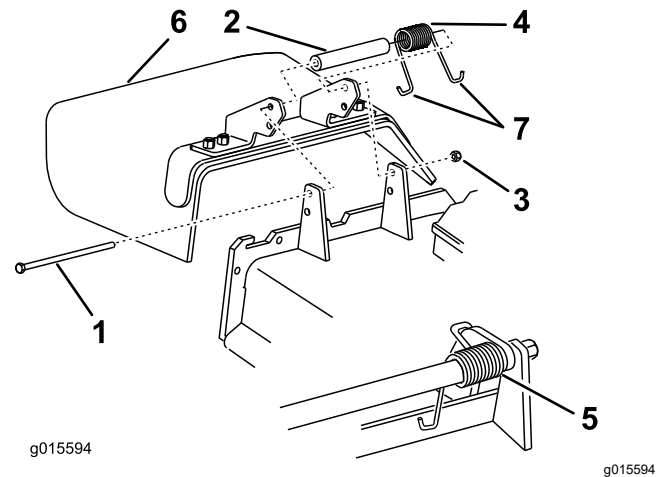

Figura 92
1. Retire la contratuerca, el perno, el muelle y el espaciador que sujetan el deflector a los soportes de pivote (Figura 92).
2. Retire el deflector de hierba dañado o desgastado (Figura 92).
Nota: Asegúrese de colocar un extremo con gancho en J del muelle detrás del reborde de la carcasa antes de instalar el perno, según se muestra en Figura 92.
6. Coloque 1 extremo en J del muelle alrededor del deflector de hierba (Figura 92).